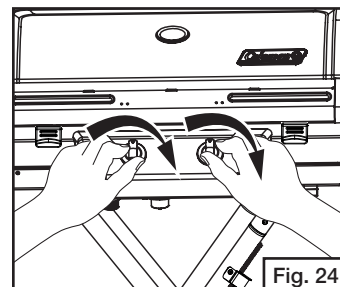

Fig. 24
- Antes de conectar el cilindro de propano, asegúrese de que ambas perillas de mando estén cerradas. (Fig. 24)